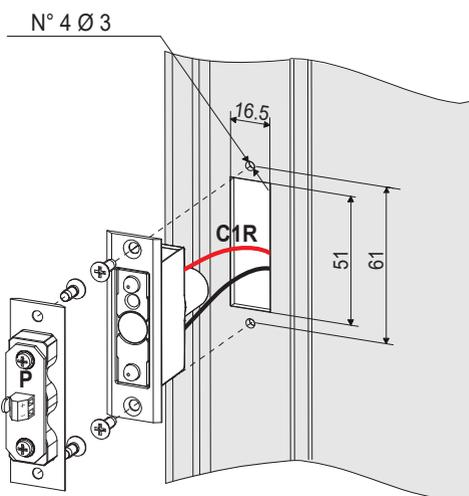

Fig. 1
2. Posizionare lo Stato porta lato telaio avendo cura che la lettera P (polo positivo) sia in alto (Fig. 1).